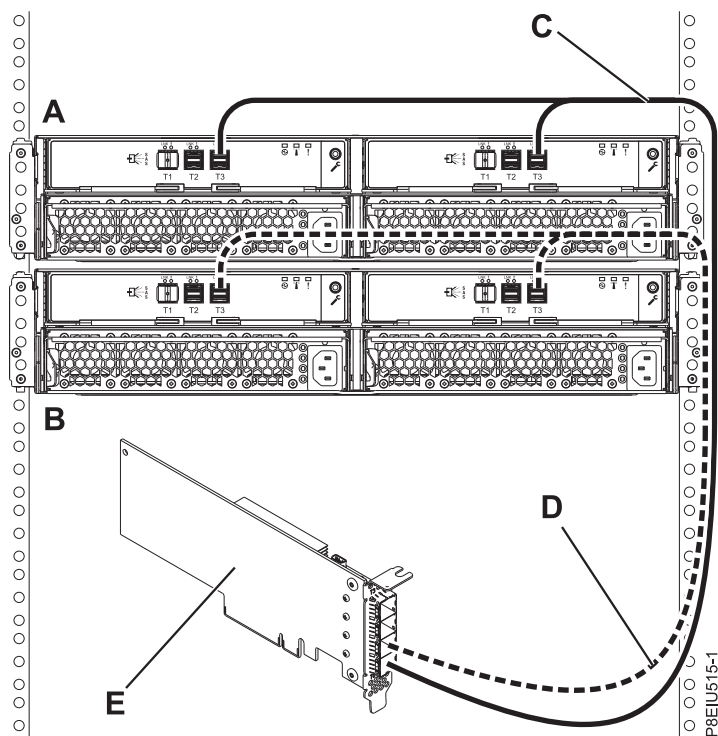

図 14. 単一 FC EJ0J SAS アダプターまたは FC EJ0M SAS アダプターへの YO12 ケーブルを使用した、2 台の ESLL または ESLS ストレージ・エンクロージャのモード 1 接続
14. 17 ページの図 14 に示すように、単一 FC EJ0J SAS アダプターまたは FC EJ0M SAS アダプター (E) への YO12 ケーブル (C と D) を使用して、2 台のエンクロージャー (A と B) のモード 1 接続を行います。の後、23 ページの『ケーブルと電源コードの接続およびカバーの取り付け』に進みます。